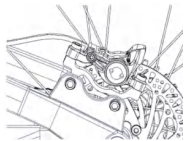

Abbildung 2-3 Montagerichtung der Scheibenbremse
- ① Installieren Sie den Adapter für die vordere/hintere Scheibenbremse an den Befestigungsschraubenlöchern (wie in Abbildung 2-3 gezeigt).
- ② Lösen Sie die Befestigungsschrauben des Bremssattelkörpers, sodass der Bremssattelkörper feinjustiert werden kann, und montieren Sie dann den Adapter am Fahrradrahmen.